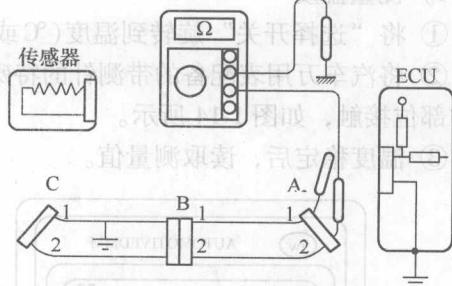

图 1-12 检查线路短路
2) 短路的检查方法 如果配线短路搭铁，可通过检查配线与车身或搭铁是否导通来判断短路的部位，如图 1-12 所示。